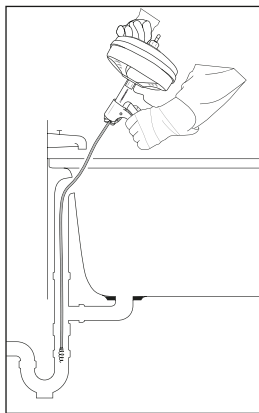

Abb. 2
- Gehen Sie bei Badewannen niemals mit der Spirale **8** durch den Abfluss. Dadurch wird die Spirale **8** beschädigt. Nehmen Sie stattdessen immer den Überlauf (siehe Abb. 2).